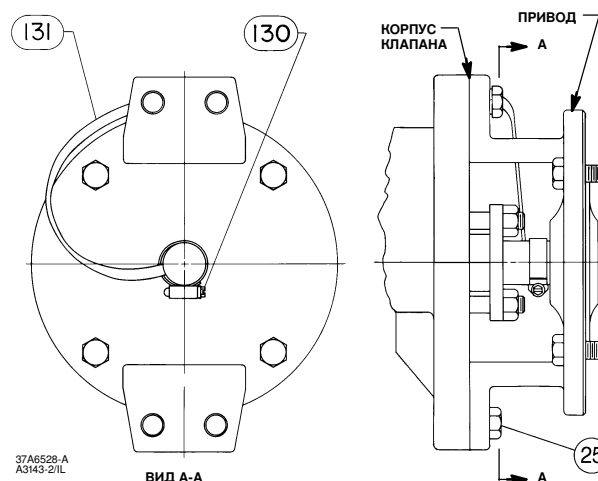

Рисунок 6. Дополнительный кабель заземления для корпуса в сборе с валом
4. Прикрепите кабель заземления (поз. 131, рис. 6) к валу при помощи хомута (поз. 130, рис. 6).